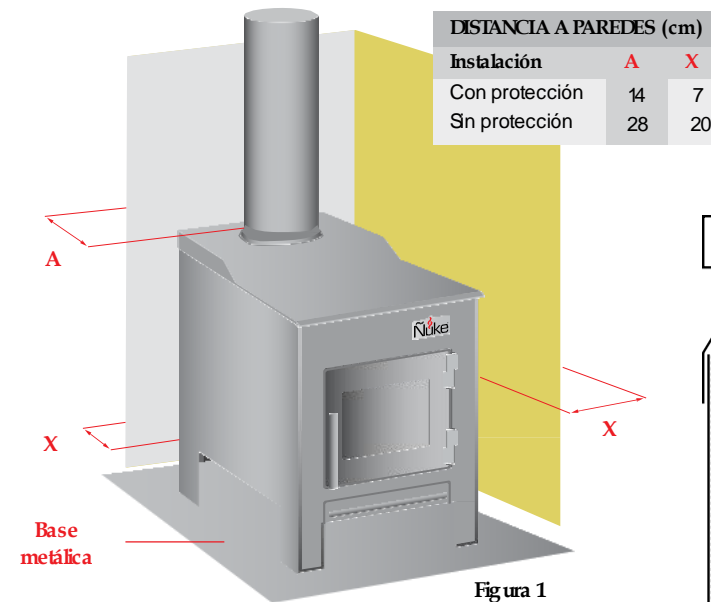

Figura 1
- El piso sobre el que se instala deber ser una la base regular y nivelada de material sólido no combustible. De no existir o estar deteriorado deberá construirse para que la Ñuke quede segura. (Figura 1)
- En caso de ser de madera, alfombra o plástico, al momento de hacerlo se pondrá una base protectora de metal (opcional) u otro material incombustible bajo el calefactor o el insertable. (Figura 1)